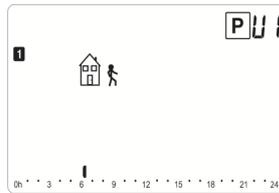

Fig. 18
- 7) appuyer sur (OK) pour confirmer et passer au step suivant ; par défaut sur l'écran s'affiche le symbole « je sors de chez moi »  , comme illustré sur la Fig.18;